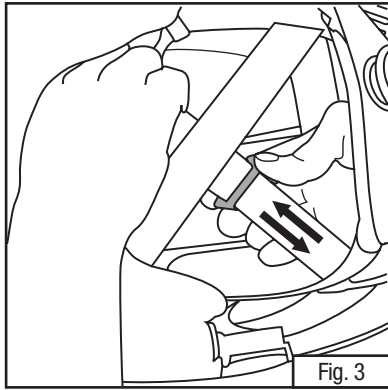

Fig. 3
- b. **Sólo Casco Series M-100 y M-200:** Las bandas de tela del Arnés para la cabeza M-150 puede ajustarse al deslizar el seguro de la banda azul ubicado en la banda central (Fig. 3). Al deslizar el broche hacia la parte posterior del casco aprieta las bandas y levanta la altura del casco sobre la cabeza. Al deslizar el broche hacia el frente del casco afloja las bandas y baja la altura del casco sobre la cabeza.